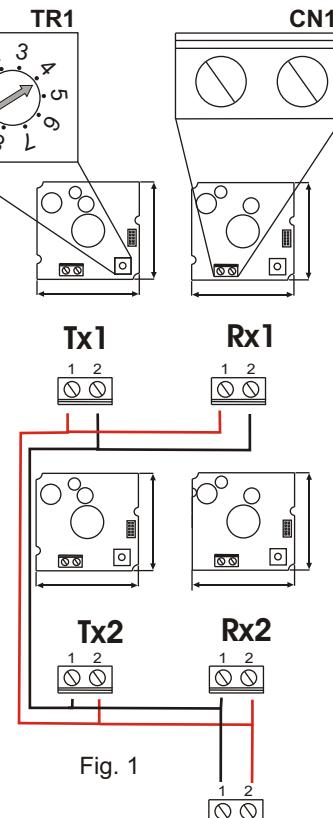

Fig. 1
-Llevar los dos cables del TX al conector CN1 como indicado en Fig. 1